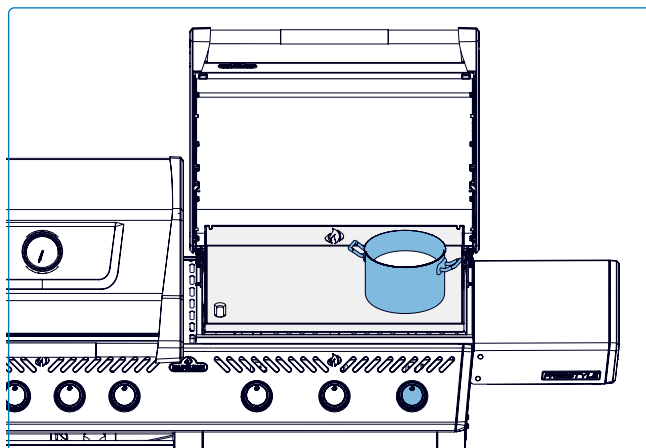

Fig. 17
- **Siempre utilice la plancha con la tapa abierta.** Precaliente la superficie de la plancha antes de agregar los alimentos (**Fig. 17**).